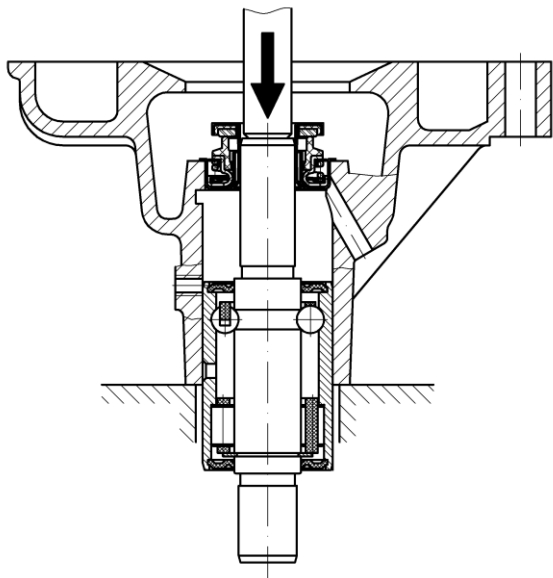

Рис.73. Выпрессовка подшипника с валиком водяного насоса
- выпрессовать из корпуса подшипник (рис.73). Выпрессовку подшипника производить на прессе или с помощью медной оправки. Для более легкой выпрессовки рекомендуется нагреть водяной насос до температуры плюс 80 °С;